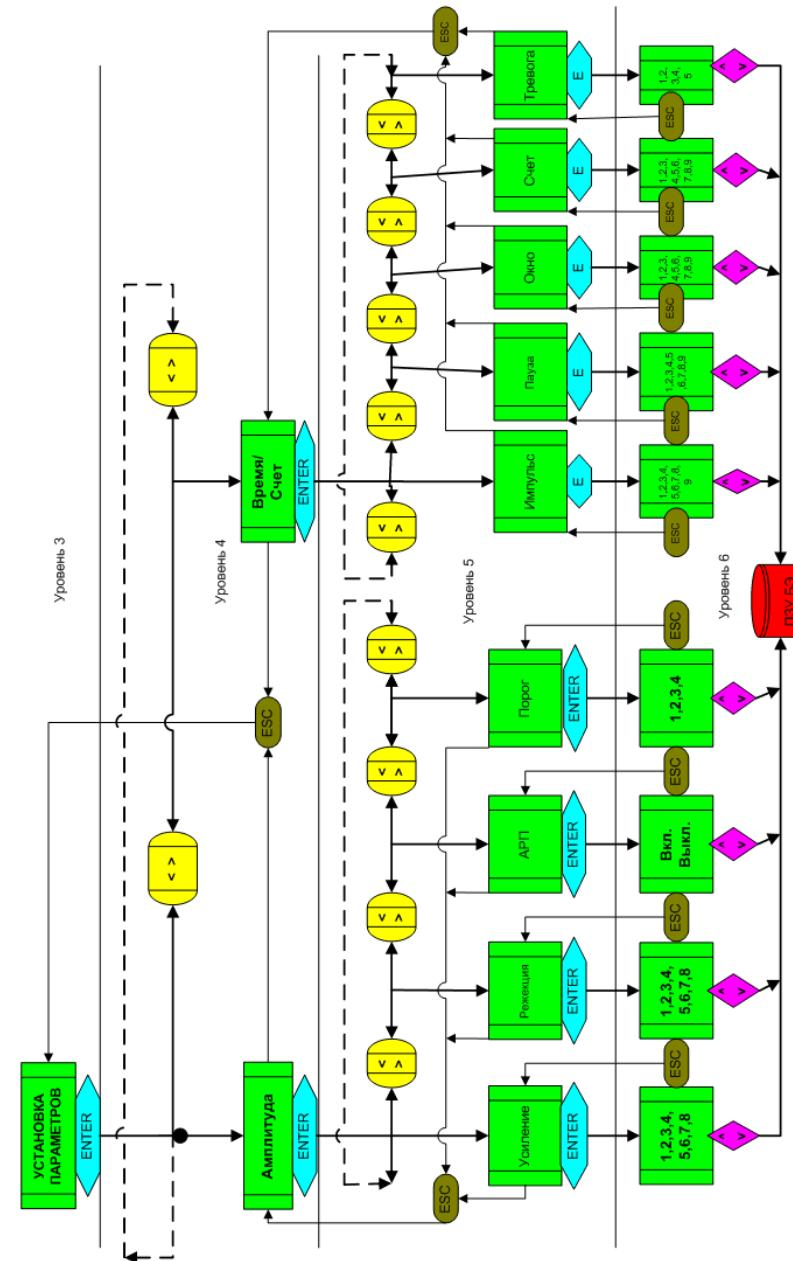

Рис. 3.6. Структурная схема раздела «УСТАНОВКА ПАРАМЕТРОВ» меню ПУ
На рис. 3.6. изображена структурная схема раздела «УСТАНОВКА ПАРАМЕТРОВ», включающая 3-й, 4-й, 5-й и 6-й уровни системного меню. Перемещение по 5 уровню осуществляется с помощью клавиш «→» или «←». Переход с 5-го на 4-й уровень меню осуществляется нажатием клавиши «ESC» на ПУ.
- 2.2.3.2. С помощью клавиши «ESC» перейти на 3-й уровень меню, с помощью клавиши «→» осуществить переход в раздел «УСТАНОВКА ПАРАМЕТРОВ» (рис. 3.6.). Нажав клавишу «ENTER», перейти на 4-й уровень меню в подраздел «Амплитуда»; нажав клавишу «ENTER», перейти на 5-й уровень меню в параметр «Усиление»; нажав клавишу «ENTER», перейти на 6-й уровень в режим установки усиления. С помощью клавиши «↑» или «↓» осуществить установку числа «1» – минимального усиления. Нажав несколько раз клавишу «ESC», перейти на 3-й уровень меню, с помощью клавиши «→» или «←» осуществить переход в раздел «TEST». Далее повторить процедуру по п. 2.2.3.1, убеждаясь, что и при минимальной чувствительности изделие вырабатывает сигнал тревоги в ответ на тест.
2.2.4.2. В первую очередь необходимо установить начальное «среднее» усиление в тракте обработки сигнала. Для этого в разделе «УСТАНОВКА ПАРАМЕТРОВ» (рис. 3.6.) нажать клавишу «ENTER» и войти в подраздел «Амплитуда»; нажать клавишу «ENTER» и войти в параметр «Усиление», еще раз нажав клавишу «ENTER», войти в числовое меню параметра. Используя клавиши «↑» или «↓», установить параметр «4», соответствующий среднему значению усиления. Нажав клавишу «ESC» несколько раз, подняться на 3-й уровень системного меню.
2.2.4.6. После определения резонансной частоты F_p СЗ (по усредненным данным не менее 10 измерений) с помощью клавиш «ESC» и «→» осуществляют переход в раздел «УСТАНОВКА ПАРАМЕТРОВ» (рис. 3.6.), затем проходим последовательно на подраздел «Амплитуда» (4-й уровень), далее в параметр «Режекция» (5-й уровень) и на 6-й уровень числовых значений этого параметра.
Для того, чтобы проверить правильность выбора числового параметра «Режекция», необходимо в разделе «УСТАНОВКА ПАРАМЕТРОВ» и подразделе «Амплитуда» (рис. 3.6.) изменить числовой параметр «Режекция» в пределах ± 1 . Затем в подразделе «КТ5; КТ6» раздела «КОНТРОЛЬНЫЕ ТОЧКИ» аналогичным образом определить усредненные оценки $A_{5/6}$ и убедиться, что они меньше величины, полученной ранее.
2.2.5.1. При настройке чувствительности, в подразделе «Амплитуда» раздела «УСТАНОВКА ПАРАМЕТРОВ» параметр «АРП» (рис. 3.6.) должен быть выключен, т.е. установлен «Выкл».
2.2.5.2. Чувствительность изделия к вибрации СЗ определяется значениями 2-х параметров в системном меню ПУ (рис. 3.6.):